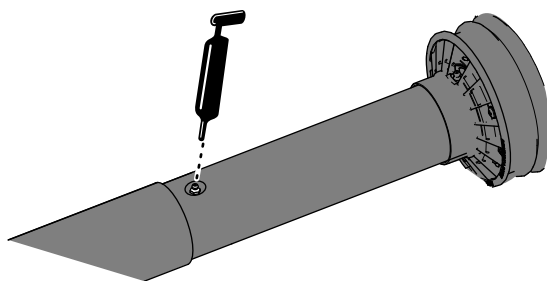

Figure 10
- Déployez partiellement l'arbre de transmission de la PDF pour accéder au graisseur situé près du centre de la protection intérieure de l'arbre (Figure 10).
- Appliquez de la graisse sur le graisseur du joint de l'arbre de transmission télescopique, comme montré à la Figure 10.